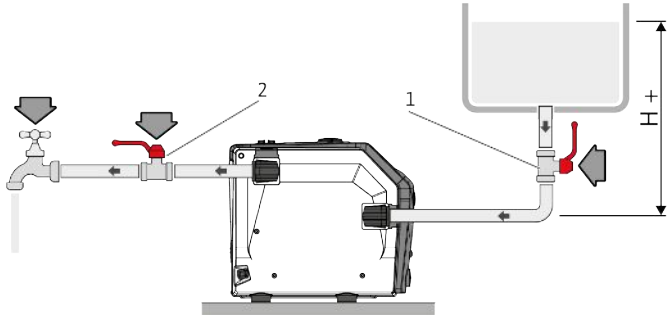

Fig. 9: Lastdrift
- Fyll produkten med vatten (ca 1,5 liter) tills det kommer ut vatten ur ventilationsöppningen (Fig. 9).
- Öppna avstängningsspjäll (pos. 1, 2).